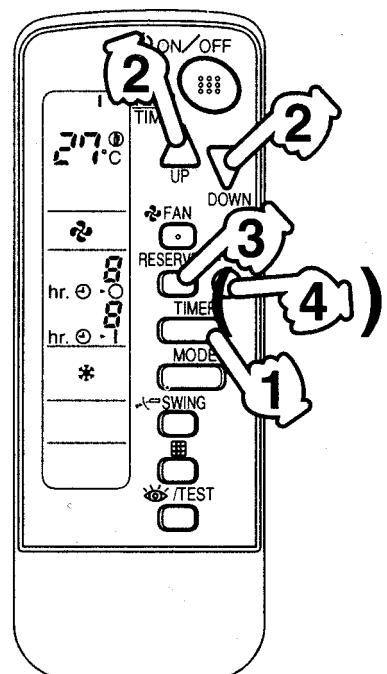

Рис. 8
ПРОГРАММИРОВАНИЕ ТАЙМЕРА (см. рис. 8)
- Для выхода из режима управления по таймеру нажмите кнопку выключения таймера (**4** на рис. 8), после чего индикация таймера исчезнет с табло.